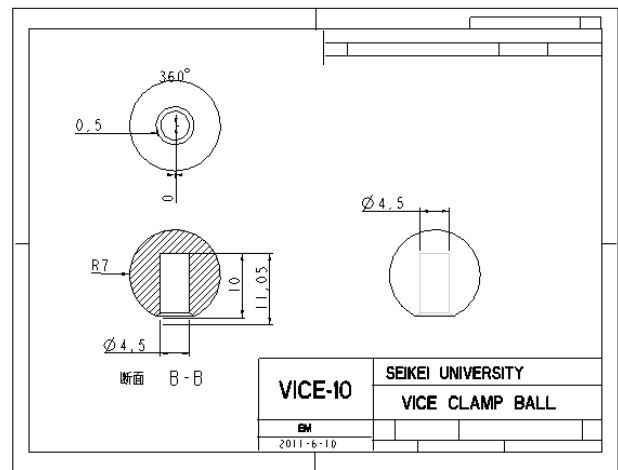

図 10-64 フォーマット シート
4) バイス クランプ ボール製図図面に表示された寸法と断面 B-B の注記テキスト文字表記の大きさを大きくして、図題、図番のラベル テキストを作成する。投影ビューのスケールを 2.5 にした部品製図のフォーマット シート（図 10-64）に示す。